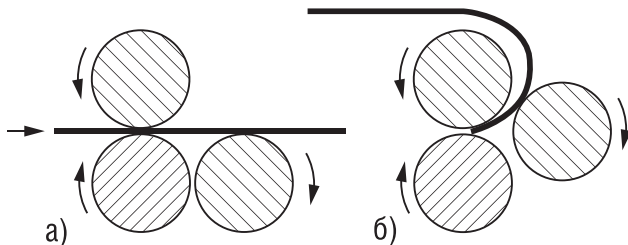

Рисунок 16 – Загиб
3. Вращайте рычаг, протаскивая заготовку, когда заготовка достигает точки, в которой необходимо начать формировать радиус загиба (рис. 16 а), остановите станок и поднимите направляющий ролик на высоту, определяемую необходимым радиусом загиба. Следите, чтобы он оставался параллелен основным валикам.
4. Продолжайте прокатку заготовки до тех пор, пока формирование радиуса загиба не будет завершено (рис. 16 б). Поддерживайте заготовку на выходе из валикового механизма.